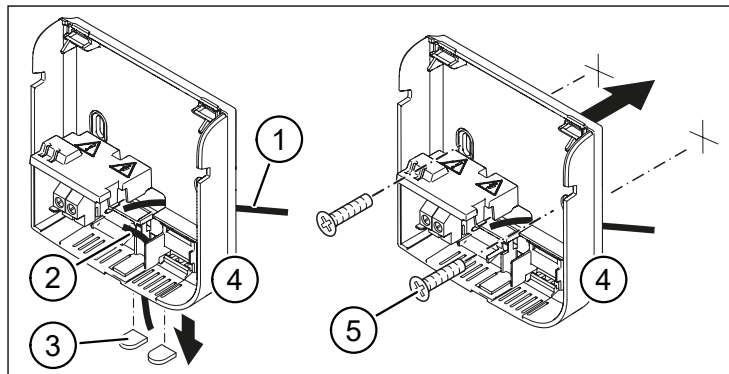

Fig. 3 : Insertion du câble d'alimentation et fixation du boîtier au mur
- ▶ Insérez le câble d'alimentation par l'arrière (pos. 1 dans Fig. 3) ou le dessous (pos. 2 dans Fig. 3) dans le boîtier (pos. 4 dans Fig. 3). Pour cela, si nécessaire, cassez les inserts en plastique (pos. 3 dans Fig. 3) sur l'entrée de câble inférieure.
- ▶ Fixez le boîtier à l'endroit souhaité à l'aide des vis et chevilles fournies (pos. 5 dans Fig. 3).
- ▶ Faites pivoter le couvercle vers le bas jusqu'à ce qu'il s'encliquette sur le boîtier (voir Fig. 3).